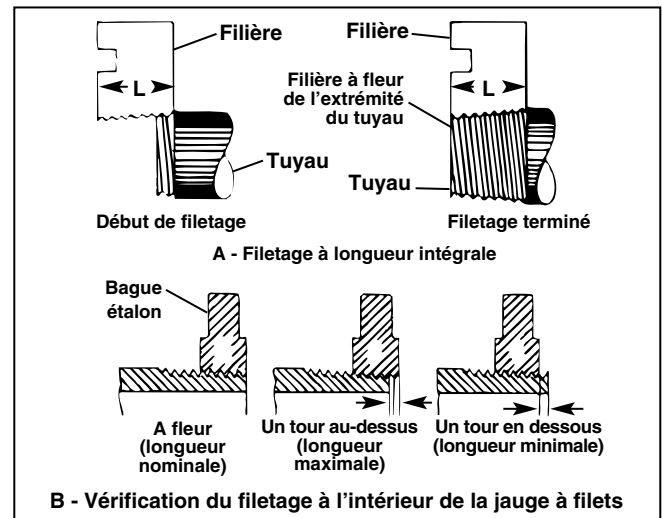

Figure 10 – Vérification de la longueur des filetages
1. La longueur des filetages sera correcte lorsque l'extrémité du tuyau arrive à fleur de l'arrêt des filières (Figure 10).
2. La tête de filière peut être réglée de manière à obtenir le diamètre de filets nécessaire. Si possible, contrôlez les filets à l'aide d'une jauge à filets (Figure 10). Le filetage est correct lorsque l'extrémité du tuyau se trouve à plus ou moins un tour d'être à fleur de la surface de la jauge à filets.